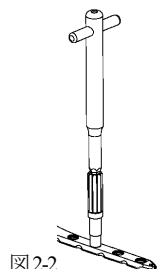

図2-2
ベンディング後、ベンディングした箇所近傍のロックングスクリーホールに2.5 ドリルスリーブ (S) 2が接続できるか確認して下さい。ドリルスリーブの取り付け/取り外しには、六角3.8 中空レンチが使用できます。(図2-2)